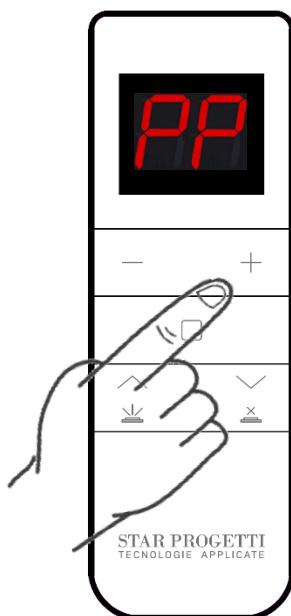

Fig.19
- À l'aide des boutons "+" et "-" sélectionnez le canal PP Fig. 19 et appuyez ensuite sur le bouton comme indiqué sur la Fig. 20